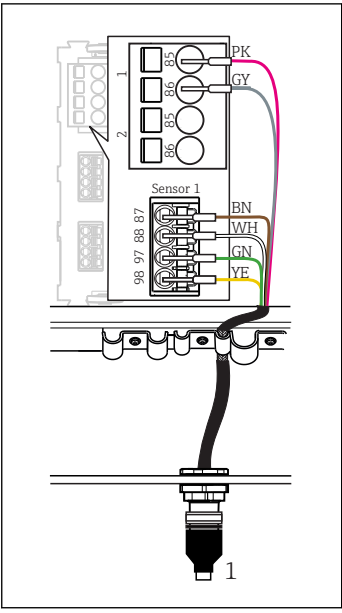

图 40 M12 插头连接 (例如在传感器模块上)
- ▶ 将传感器电缆连接头 (→ 图 40 部件 1) 直接插入至 M12 插座中。